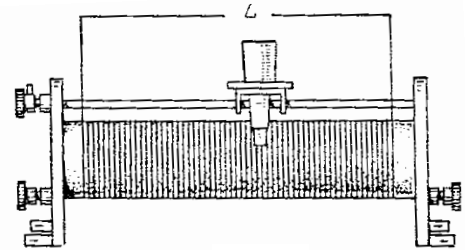

рис.9
2. Измерьте длину обмотки L реостата (см. рис.9).